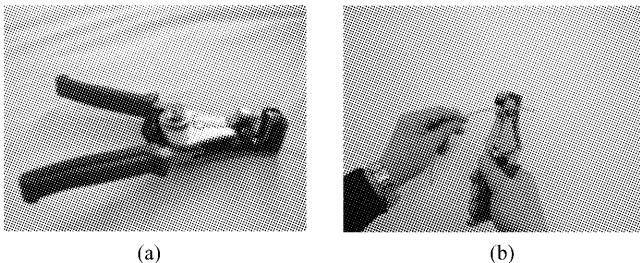

图 1-2 剥线钳及其使用
(2) 剥线钳是用来剥除独股导线绝缘层(外皮)的工具，如图 1-2(a)所示。它的手持部分是绝缘的，其耐压为 500 V，故可以在低压中带电操作。但在使用中应注意：①手不能触及剥线钳的金属部分；②选择切口的尺寸时应略大于被剥除导线芯的直径，否则容易切伤线心，甚至损坏剥线钳。剥线钳的使用方法如图 1-2(b)所示。